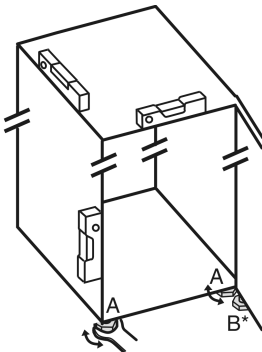

Fig. 24
- ▶ Stellfüße Fig. 24 (A) mit beiliegendem Gabelschlüssel und mit Hilfe einer Wasserwaage herausdrehen, bis das Gerät fest und ebenstehend ausgerichtet ist.
- ▶ Stellfuß Fig. 24 (B) am Lagerbock mit beiliegendem Gabelschlüssel herausdrehen, bis er auf dem Boden aufliegt.
- ▶ Stellfuß Fig. 24 (B) maximal um 90° weiter drehen, um eine Beschädigung der Tür zu vermeiden.